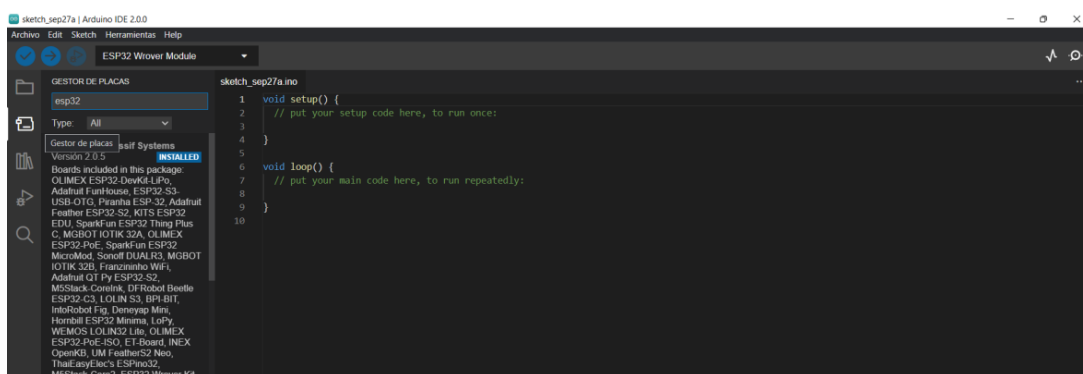
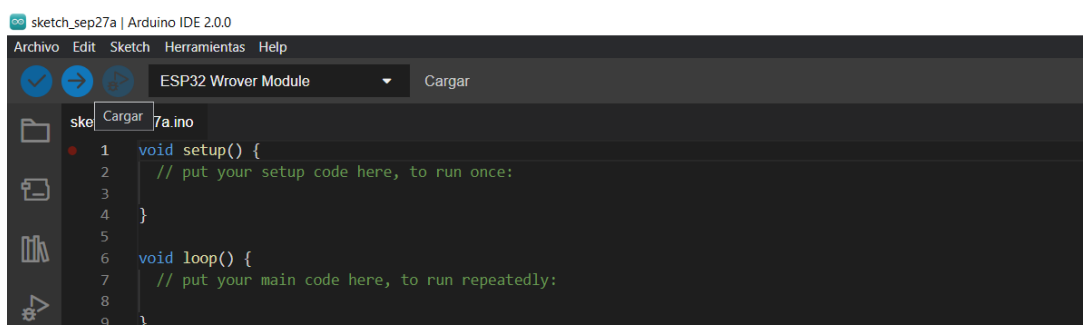
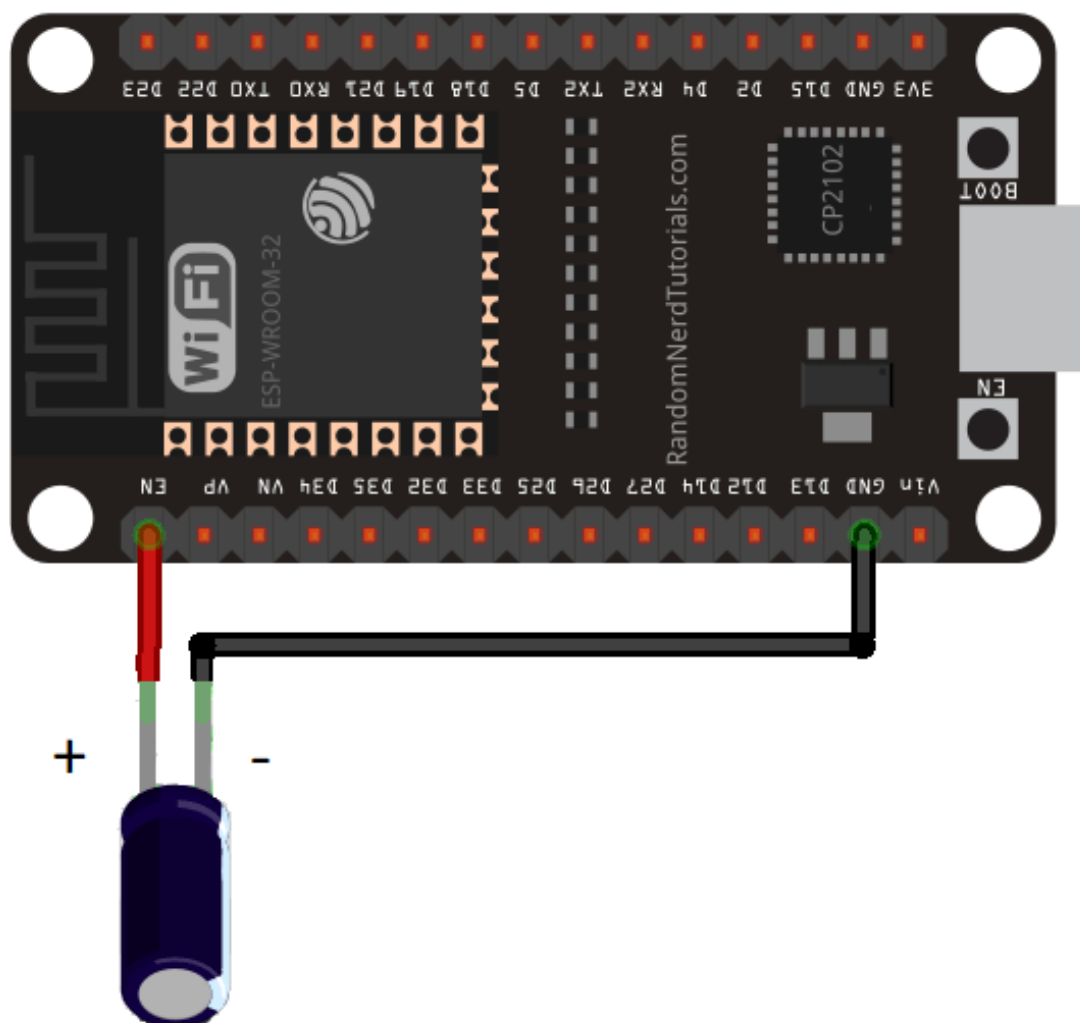

Imagen 3-5 Descarga de la tarjeta ESP32
Imagen 3-7 Programación del código en el microcontrolador (botón Cargar)
Imagen 3-8 Condensador alternativo al BOOT
3. Añadir la tarjeta de ESP32 (Imagen 3-5). Una vez desarrollado el código, se programa como en la Imagen 3-7.
El ESP32 requiere que se pulse el botón BOOT después de subir el código al programador (Imagen 3-7). Una alternativa es la de usar un condensador de 10uF tal como se muestra en la Imagen 3-8.